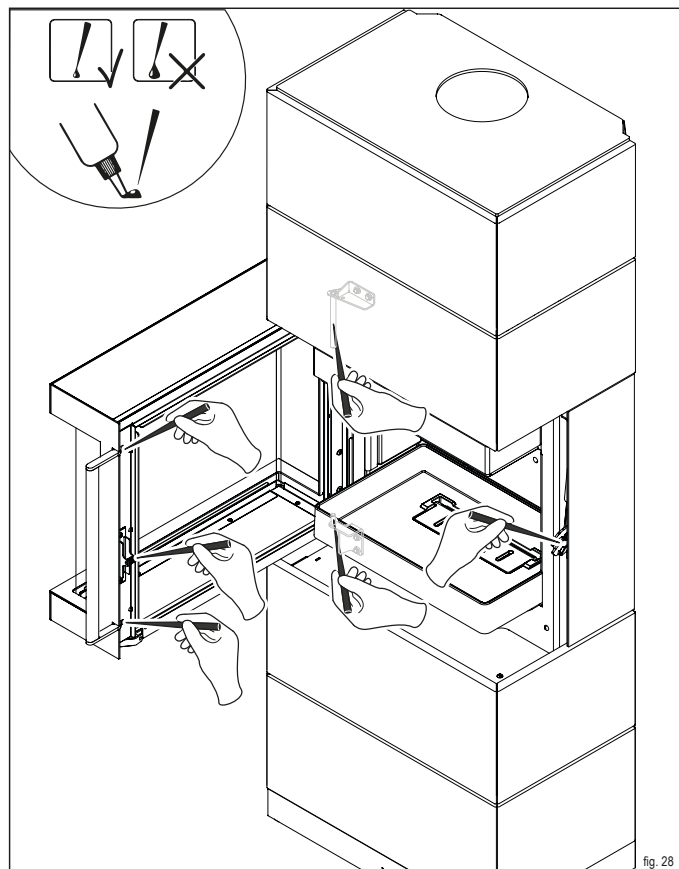

fig. 28
- ▶ Lubrificare i punti con il grasso speciale contenuto nella Startbox (fig. 28).